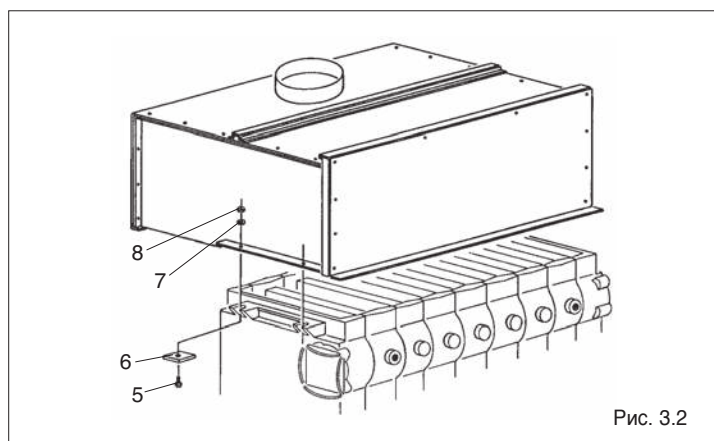

Рис. 3.2
Закрепите дымосборную камеру на корпусе котла с помощью четырёх пластинок (6) и четырёх винтов с шестигранной головкой M8 x 30 (5) и соответствующих гаек M8 (8) и шайб $\varnothing 8,4$ (7) (Рис. 3.2).